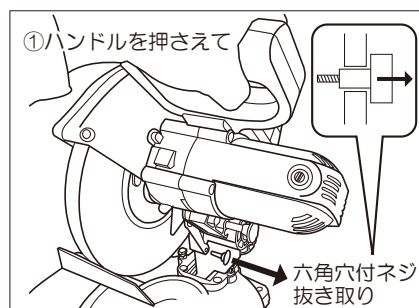
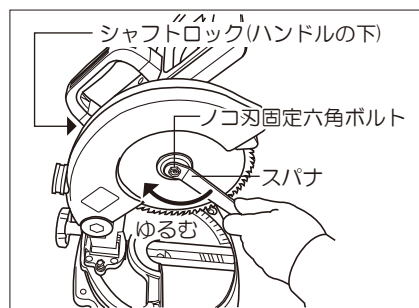

図6
図7
- ☑六角穴付ネジを抜き取るとハンドルが上方に全開しますので、ハンドルを押さえて飛び上がらないように注意して六角穴付ネジを抜き取ってください。(図6参照)
- ③安全カバーをブレードケース側に回し上げてください。
- ④シャフトロックを押さえながらノコ刃固定六角ボルトに付属のスパナを掛け、ゆっくり回すとシャフトがロックされます。
- ⑤ボルトは逆ネジ(左ネジ)です。時計回りに回して抜き取り、外フランジ、ノコ刃の順に外してください。(図7参照)